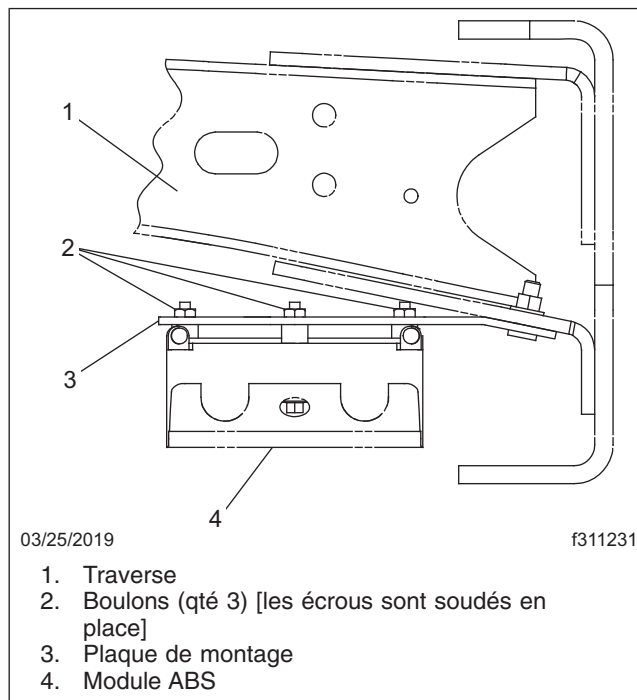

Fig. 1, Installation du module ABS
1. À l'aide des boulons, installez le module ABS sur la plaque de montage. Reportez-vous à la figure . 1 Serrez les boulons à la main; les écrous sont soudés en place.